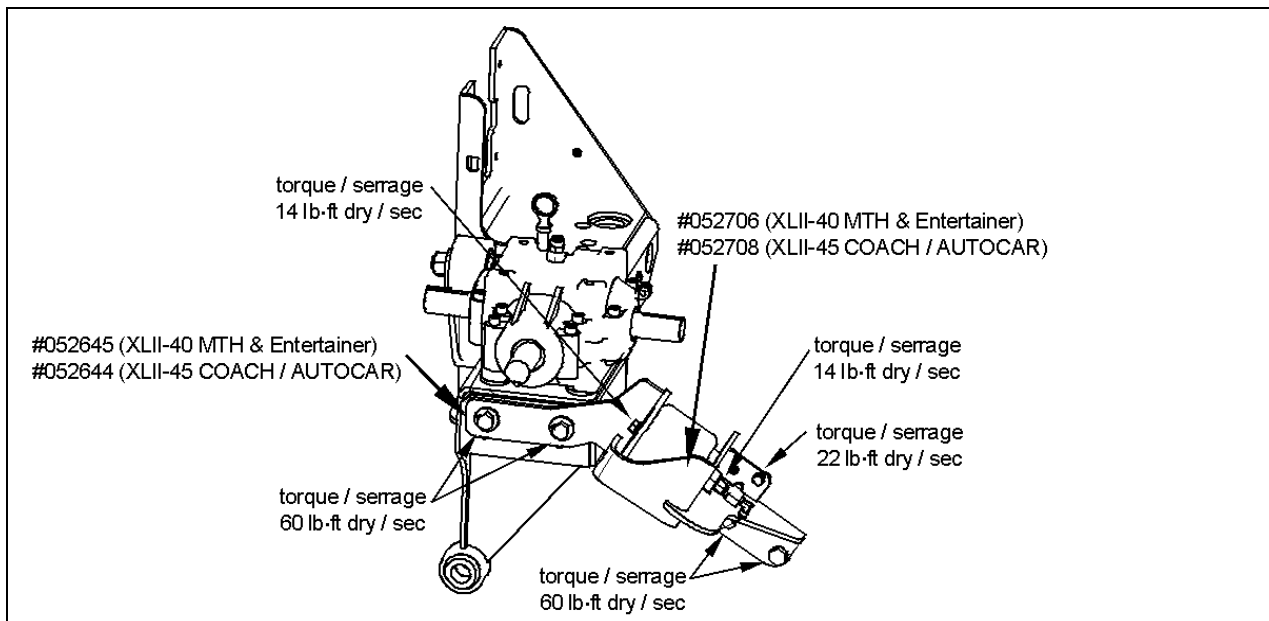

FIGURE 6
28. Visser les boulons de fixation des nouveaux supports d'attache afin d'installer le ballon pneumatique de 4 po (550840) situé près de la boîte d'engrenages. Serrer les boulons selon les couples spécifiés à la figure 6.